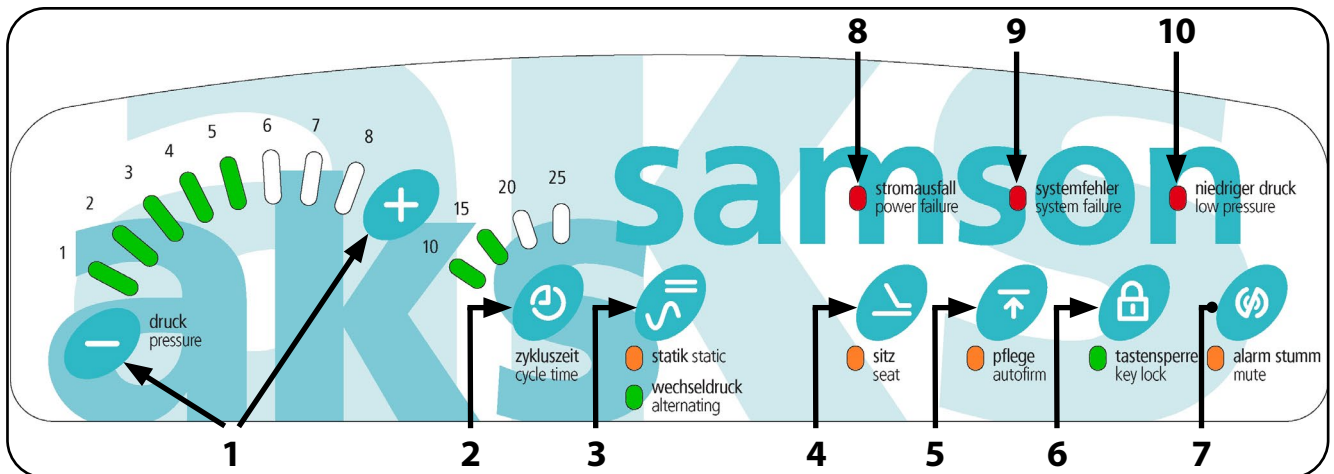

Abb. 5.1.01 - Bedienfeld aks-samson Aggregat
Über zwei Druckregeltasten („+“ und „-“) auf dem Bedienfeld des Aggregates (Abb. 5.1.01) wird der Fülldruck im Verhältnis zum Patientengewicht stufenweise als Richtwert eingestellt. Die Einstellung ist dabei in 8 Stufen möglich. Durch den erforderlichen Handtest und ggf. einer Nachregulierung des Fülldrucks wird eine Anpassung an die Besonderheiten des Patienten ermöglicht (siehe Kapitel Bedienung/Anwendung Abschnitt **Normalbetrieb**).
Durch ein optisches Alarmsignal „niedriger druck“ (Abb. 5.1.01) und ein akustisches Alarmsignal wird ein möglicher Druckverlust bzw. Druckabfall im System signalisiert und somit das Risiko des Durchliegens reduziert. Um eine dauerhafte Lärmbelästigung zu vermeiden kann bei Eintreten eines Druckverlustes das akustische Alarmsignal separat mit der Taste für die Rücksetzung des Alarms (Abb. 5.1.01) ausgestellt werden. Das optische Alarmsignal weist weiterhin auf den Druckverlust hin, bis dieser behoben ist.
Das Produkt kann zusätzlich über die Taste „wechseldruck/statik“ am Aggregat (Abb. 5.1.01) vom Betriebsmodus Wechseldruck in den Betriebsmodus Statik und umgekehrt umgeschaltet werden. Im Betriebsmodus Statik werden beide Luftkammerkreise der oberen Luftzellenebene in der Wechseldruckmatratze mit dem eingestellten Fülldruck gleichzeitig befüllt. Der eingestellte Betriebsmodus wird durch das Aufleuchten der jeweils zugehörigen LED angezeigt.
2. Überprüfen Sie nach dem Anschalten des Aggregates den eingestellten Betriebsmodus. Wählen Sie, wenn notwendig, den gewünschten Betriebsmodus Wechseldruck oder Statik durch Betätigen der Taste „statik“/„wechseldruck“ aus (Abb. 5.1.01).
3. Hat die Wechseldruckmatratze ihren Betriebsdruck erreicht, erlischt die rote LED „niedriger druck“ (Abb. 5.1.01).
4. Aktivieren Sie den akustischen Alarm wieder, durch Betätigen des Alarmrücksetzungstasters (Abb. 5.1.01).